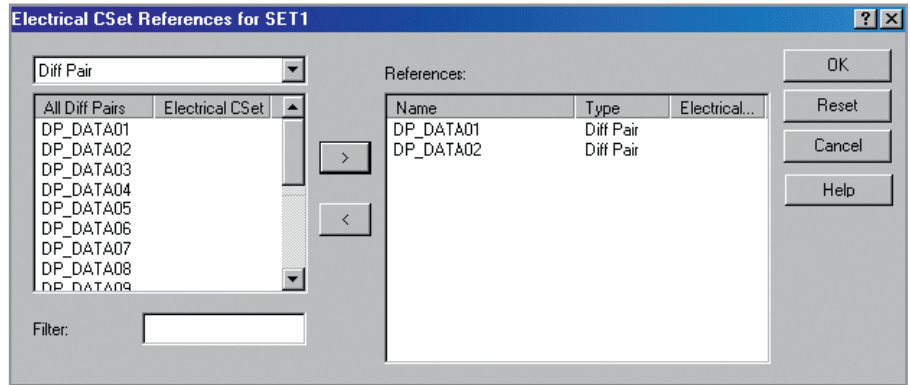

Рис. 5. Диалоговое окно настройки электрических ограничений для дифференциальных пар
гося окна *Electrical CSet References* будет доступен список всех цепей схемы (см. рис. 5);
- переместите объекты дифференциальных пар *DP_DATA01* и *DP_DATA02* вправо в поле *References* (как показано на рис. 5), используя кнопки перехода («стрелки»). Описанным действием для дифференциальных пар *DATA01* и *DATA02* была ранее созданная настройка правил *SET1*;